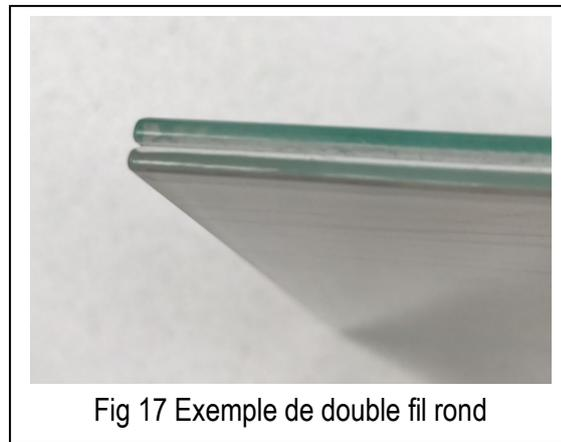

Fig 17 Exemple de double fil rond
- Pour toutes les autres couleurs, c'est double fil rond (Fig 17).